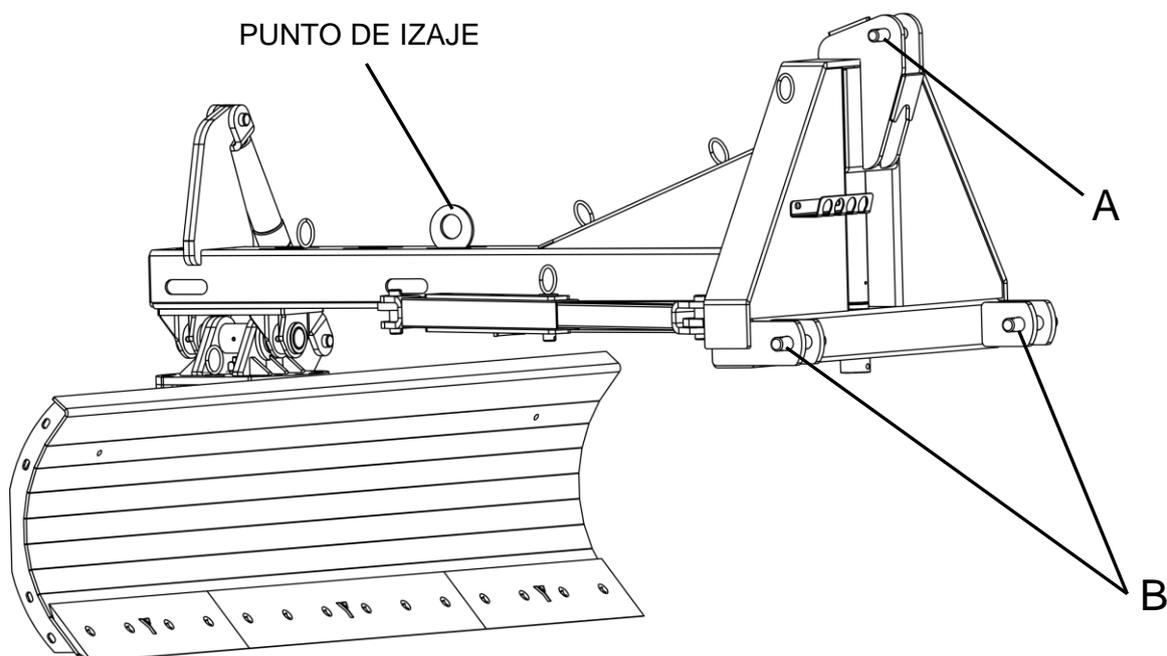

Figura 1
1- Acoplar los brazos de tres puntos inferiores del tractor a los pernos (B) de la máquina, y el brazo regulable de tres puntos superior al perno (A) (ver Figura 1.)